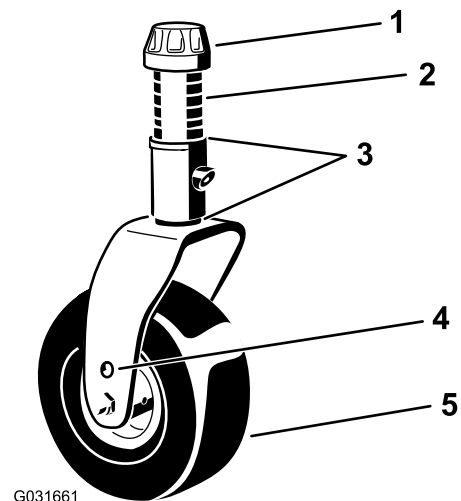

Figura 19
4. Usando la llave suministrada, afloje el casquillo tensor, retírelo del eje de la rueda giratoria, y retire el eje del brazo de la rueda giratoria (Figura 19).
- Coloque los suplementos (igual que en la instalación original) y los demás espaciadores en el eje (Figura 19).
- Instale el casquillo tensor y apriételo con la llave suministrada para sujetar el conjunto (Figura 19).